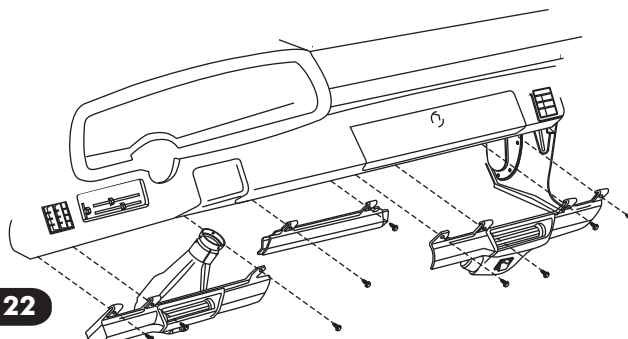

FIGURE 22
- ☐ INSTALL UNDER DASH LOUVER ASM (SEE FIGURE 22, BELOW).
- ☐ REINSTALL UNDER DASH LOUVERS USING OEM SCREWS AS SHOWN IN FIGURE 22, BELOW.